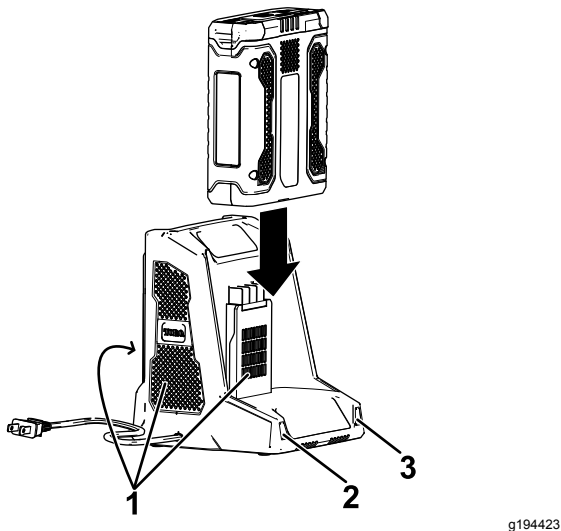

Figura 8
5. Fate scorrere il pacco batteria nel caricabatterie fino a quando non è completamente in sede (Figura 8).